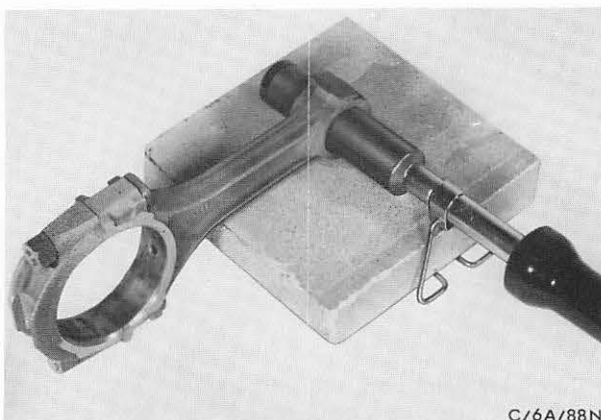

Abb. 316 Kolbenbolzen – Pleuelauge mit Heizstab 415-C erwärmen
9. Heizstab 415-C durch das Pleuelauge schieben und auf einen Schamottstein, wie in Abb. 316 gezeigt, auflegen. Pleuelauge auf 260°–300° C erwärmen. Zur Temperaturüberwachung Pleuelauge mit Thermochem-Farbstift (Faber-Castell 2815) vor dem Heizvorgang bestreichen. Bei Erreichen der auf der Umhüllung angegebenen Temperatur ändert sich der Farbton auf dem Pleuelauge in den Farbton der Stiftumhüllung.